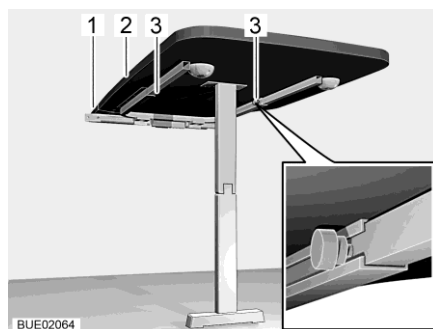

Fig. 137 Tavolo sospeso con supporto snodabile
- Svitare le due viti a testa cilindrica zigrinata (Fig. 137,3).
- Sollevare leggermente il piano del tavolo (Fig. 137,2) sul davanti ed estrarlo fino all'arresto. La prolunga del tavolo è ora completamente estratta.
- Inserire la prolunga del piano del tavolo (Fig. 137,1) nella prolunga del tavolo.
- Sollevare leggermente il piano del tavolo (Fig. 137,2) dal davanti ed estrarlo.
- Rimuovere la prolunga del piano del tavolo (Fig. 137,1) e stivarla in modo sicuro.